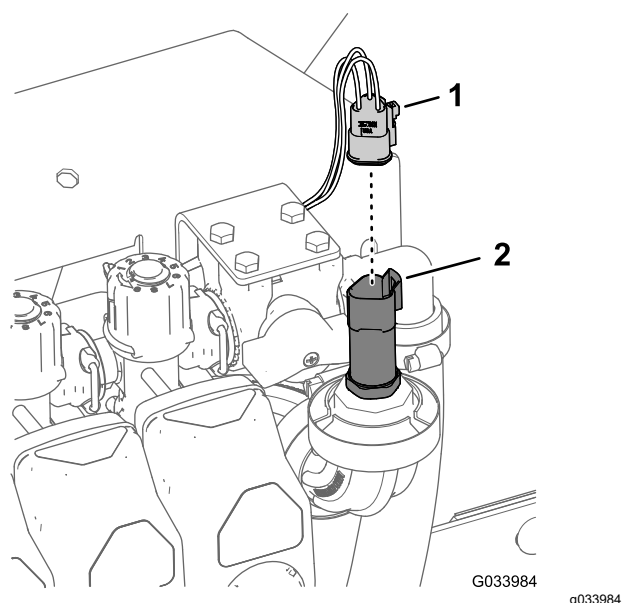

Figure 9
- Débranchez le connecteur à 3 douilles du transducteur (Figure 9).